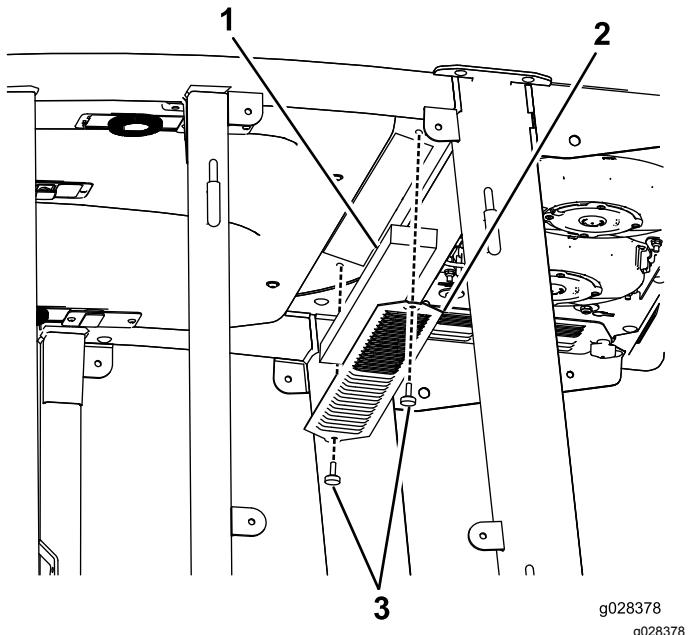

Figura 51
- Rimuovete le viti e le griglie sia dal filtro dell'aria interno alla cabina, sia da quello sulla parte posteriore della cabina (Figura 51).